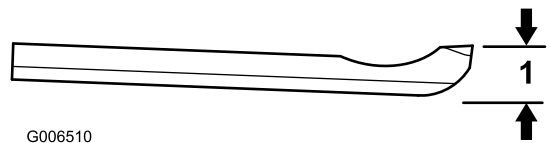

图19
6. 在固定板套件安装到滚刀组的情况下调节剪草高度时应按照 ([图 19]) 方式进行